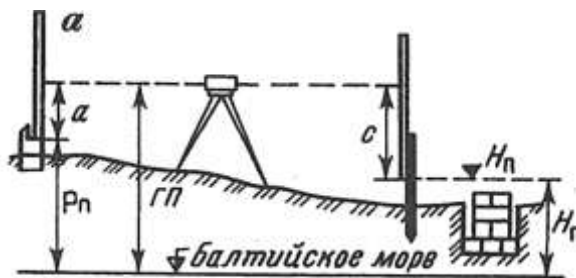

Рис. 2. Схема разбивки и контрольных высот фундамента
5. Выставьте проектную высоту верха фундамента на обноске (рис. 2), если высота репера  $P_n = 10,294$ , отсчет по рейке  $a = 1015$ , проектная высота фундамента  $H_n = 8,978$ .